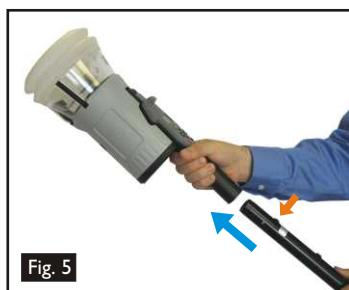

Fig. 5
- Pour insérer la Batterie Baton dans le Testifire, tenez la tête Testifire par la poignée et enfoncez le bouton supérieur à ressort sur la Batterie Baton. Faites coïncider le bouton avec le trou dans la poignée et enfoncez la batterie dans la poignée jusqu'à ce que le bouton s'encliquète dans le trou sous l'effet du ressort (Fig. 5).